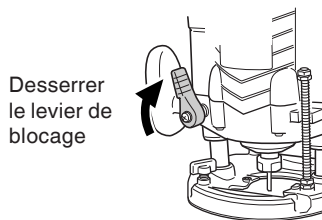

Fig. 5
- (3) Desserrez le levier de blocage et appuyez sur le corps de l'outil jusqu'à ce que le couteau touche la surface plate. Resserrez le levier d'arrêt à ce moment là. (Fig. 5)